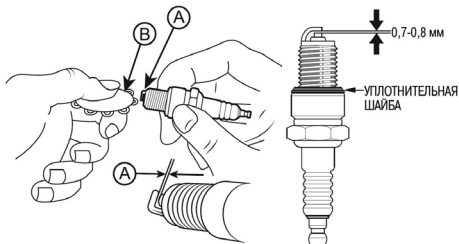

Рис. 29. Проверка межэлектродного зазора
4. Измерьте зазор А между электродами свечи зажигания специальным щупом В. Зазор должен быть $0,7-0,8$ мм (Рис. 29). При увеличении или уменьшении требуемого зазора, рекомендуется заменить свечу, так как регулировка зазора может привести к изменению качества искрообразования.